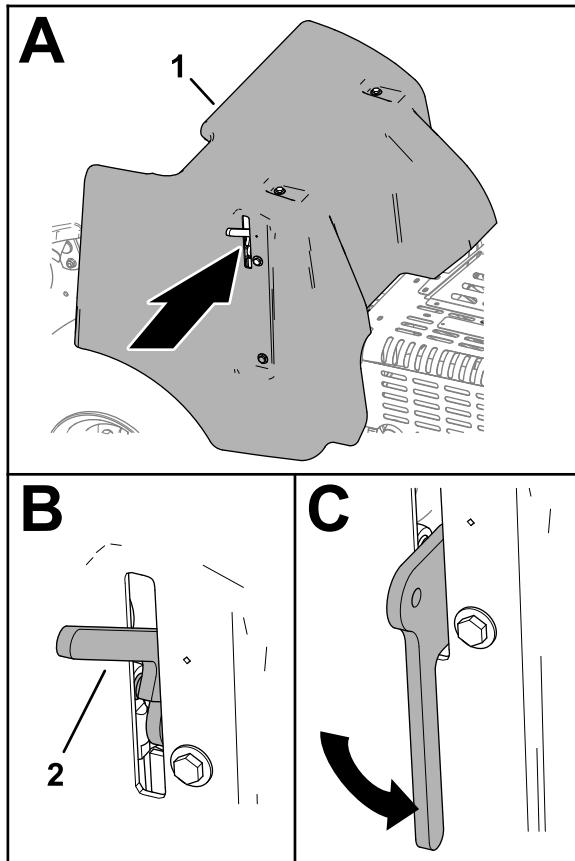

Рисунок 146
- Полностью опустите ручку фиксатора, чтобы зафиксировать крышку (Рисунок 146).